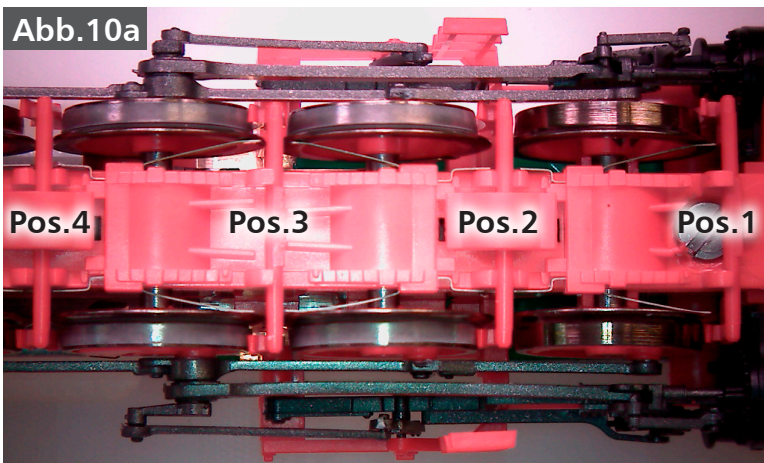

Abb.10a
- Zum Abschluss dieses Montageschrittes werden die Bremsbacken ohne Abdeckung (2x/Pos.1/3) und Bremsbacken mit Abdeckung (2x/Pos.2/4) in das Fahrgestell der Lok eingerastet, die Bremsklötze zeigen zum Tender (Abb. 10a/b).